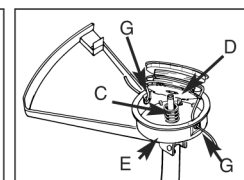

Fig. 8E
7. Führen Sie die Feder (C) über die Spindel (D) und fädeln Sie die Fadenenden durch die Ösen (G) im Gehäuse (E) (Fig. 8E).
8. Führen Sie die Spule ins Gehäuse (E) während Sie die Fadenenden durch die Öse (G) ziehen. Stellen Sie sicher, dass die Feder richtig zu Spule und Gehäuse positioniert ist (Fig. 8E).